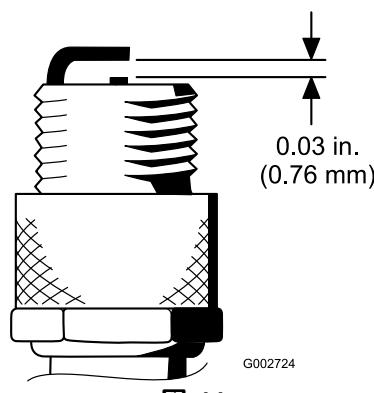

図 44
4. エアギャップを 0.76mm に調整する(図 44)。